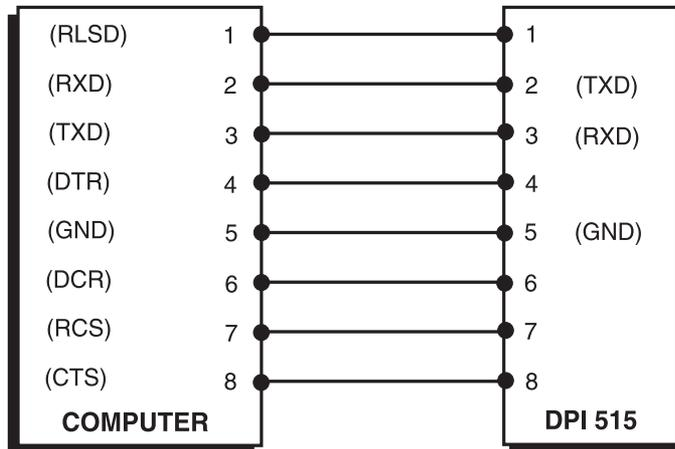

Figura 2-8, Conexões RS232 de 9 pinos (Handshake por software)
- Conecte o cabo entre a porta de comunicação do computador e o conector de porta RS232 tipo D de 9 pinos, como mostrado na Figura 2-8.